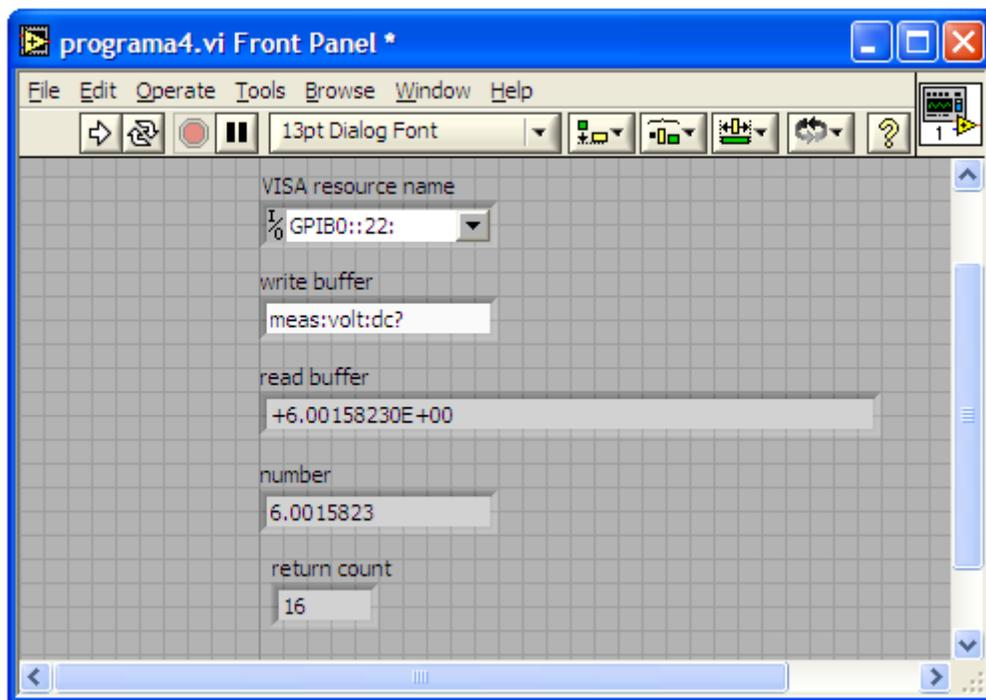

Figura 7.9: Panel frontal del programa LabView para adquirir voltaje.
5. **Correr el programa con la flecha superior izquierda del panel de control** (figura 7.9).